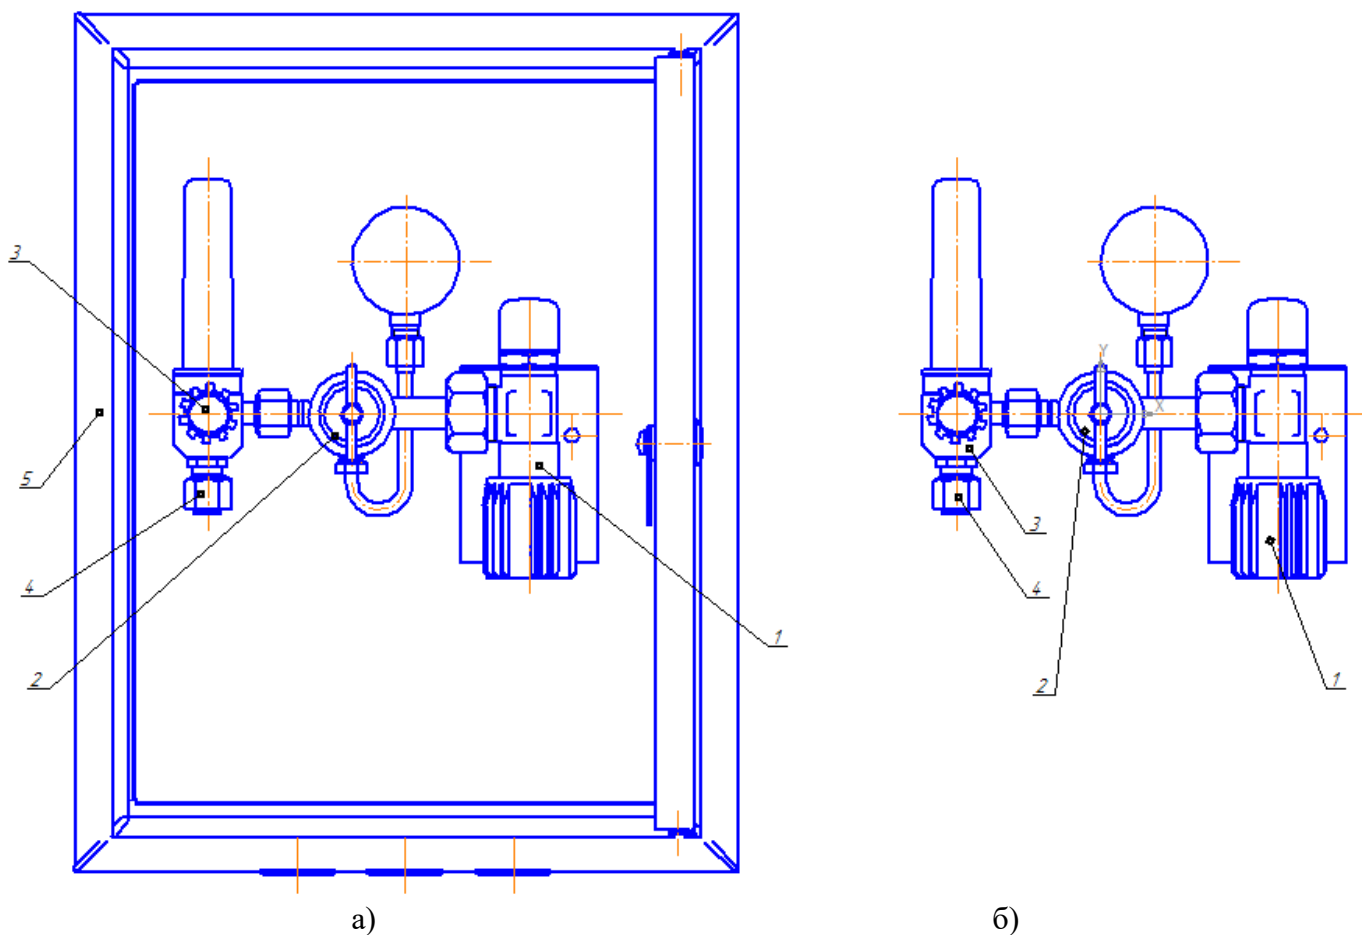

Рис. 1. Посты газоразборные: а - ПГАр-25РТ-з; б - ПГАр-25РТ
4.1 Внешний вид поста показан на рис. 1